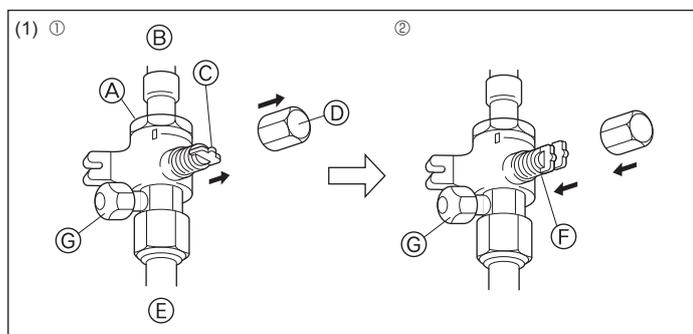
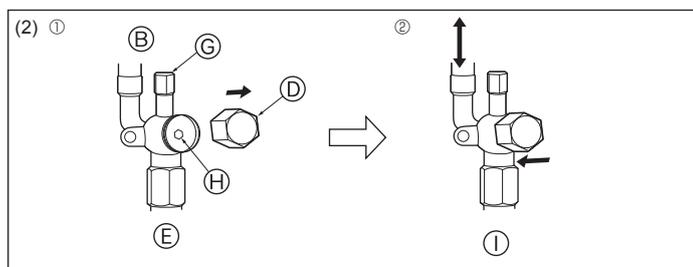

Fig. 4-12
Fig. 4-13
- (1) Gasside (Fig. 4-12)
- ① Afmonter hættten, træk håndtaget hen imod Dem og drej en 1/4 omgang mod uret for at åbne.
- ② Kontrollér, at stopventilen er helt åben, skub håndtaget ind og drej hættten tilbage til den oprindelige position.
- (2) Væskeside (Fig. 4-13)
- ① Fjern dækslet, og drej ventilspindlen mod uret så langt som muligt vha. en 4 mm sekskantet skruenøgle. Stop med at dreje, når den når stopperen (ø6,35: ca. 4,5 omgang; ø9,52: ca. 10 omgang).